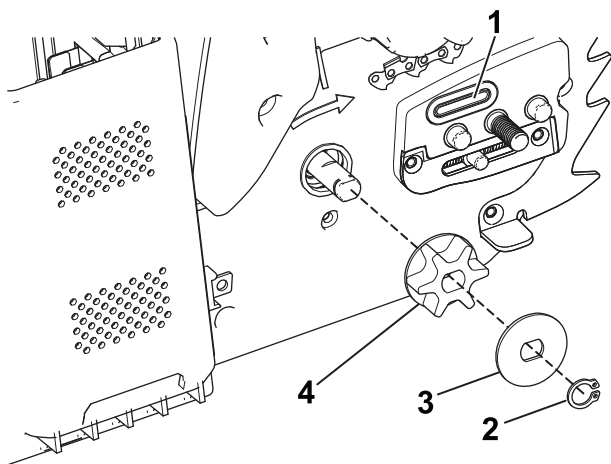

Figure 30
- Déposez le clip, l'entretoise et le pignon d'entraînement de la tronçonneuse (Figure 30).
- Contrôlez le passage d'huile (Figure 30) et enlevez les débris éventuellement présents.